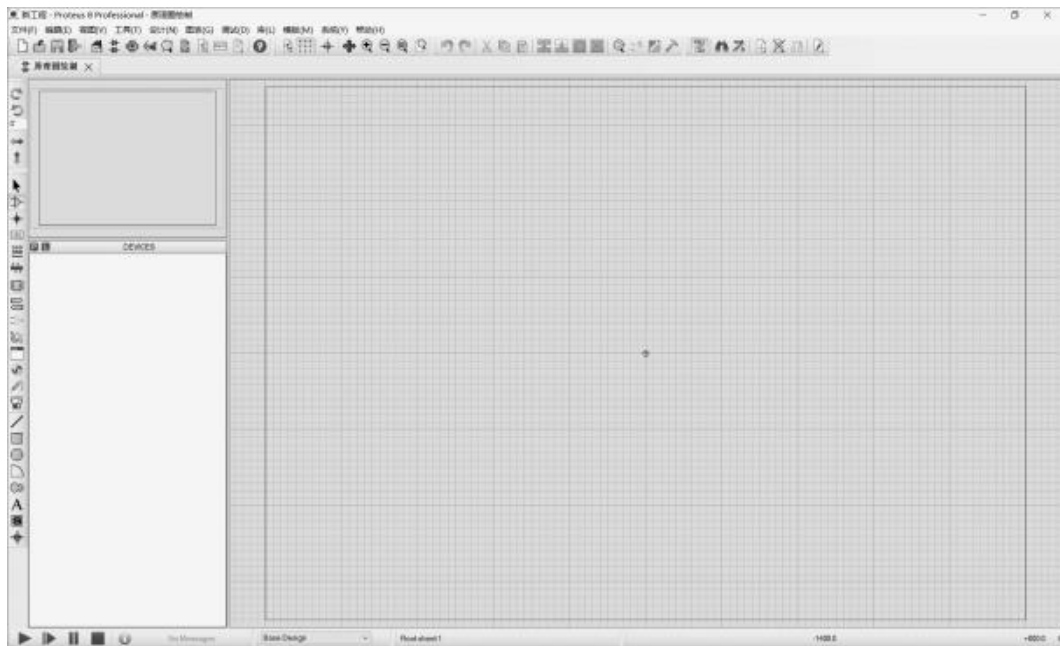

图 1-4-5 原理图界面
(1) 打开任务 1.1 建立的原理图,如图 1-4-5 所示。